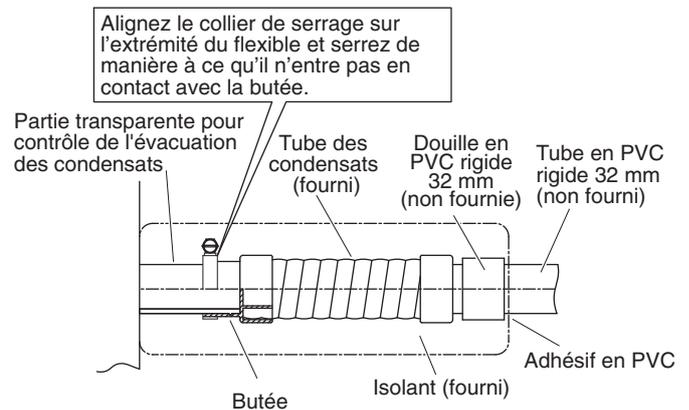

Fig. 3-89a
(1) Préparez un tube en PVC rigide standard (diamètre extérieur 32 mm) pour l'évacuation et utilisez le collier de serrage fourni afin d'éviter les fuites d'eau. Le tube en PVC est vendu séparément. La partie évacuation transparente de l'unité vous permet de contrôler l'écoulement des condensats. (Fig. 3-89a)
- **Serrez les colliers du tube de manière à ce que leurs écrous de blocage soient orientés vers le haut. (Fig. 3-89a)**